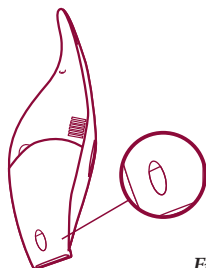

Fig. 9
- Kontrollera regelbundet vätskenivån i behållaren. Fönstret längst ned på behållaren visar hur mycket vätska som har sugits upp. Håll apparaten i vertikalt läge med munstycket nedåt. (fig. 9)